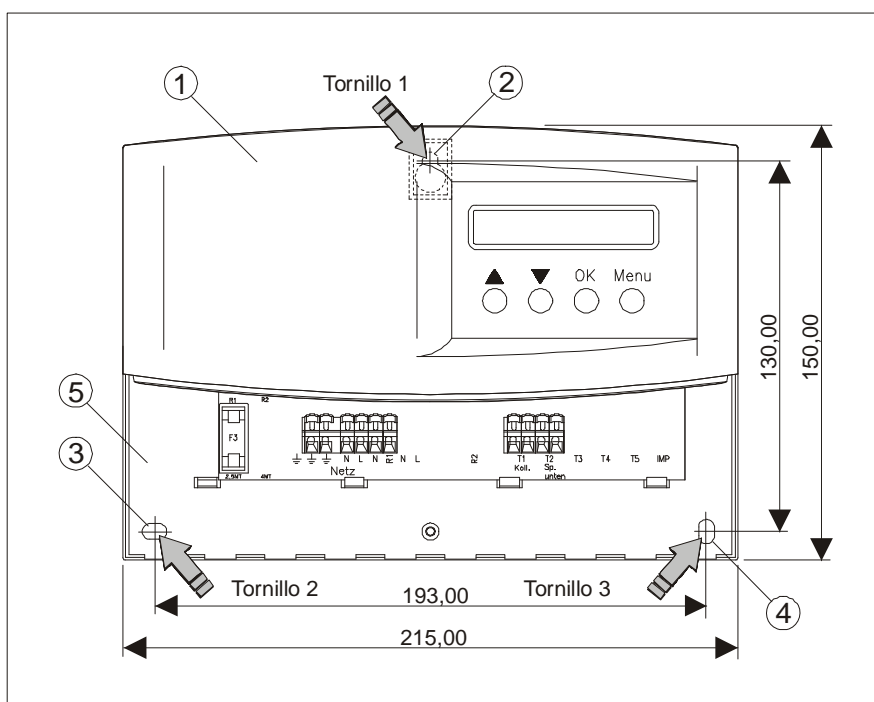

Fig 3: Diagrama de montaje
La cubierta superior del regulador (Fig. 3, Pos. ①) sirve para proteger los componentes electrónicos y está prohibido quitarla para fines de montaje.
Para la fijación, atornillar primero el tornillo 1 en la pared. En este tornillo se colgará el regulador (Fig. 3, pos. ②). Para marcar los otros dos agujeros de fijación, se puede utilizar el regulador como plantilla (atención: utilizar el regulador como plantilla para marcar con lápiz donde se tienen que hacer los agujeros y no utilizarlo jamás como plantilla para taladrar directamente).
Tras haber cerrado el sector de los bornes (Fig. 3, Pos. ⑤) con la cubierta y el tornillo correspondiente, pasar a conectar la red. Después de conectarla, deberá aparecer en el display LCD del regulador el primer menú del programa Valores de medición.